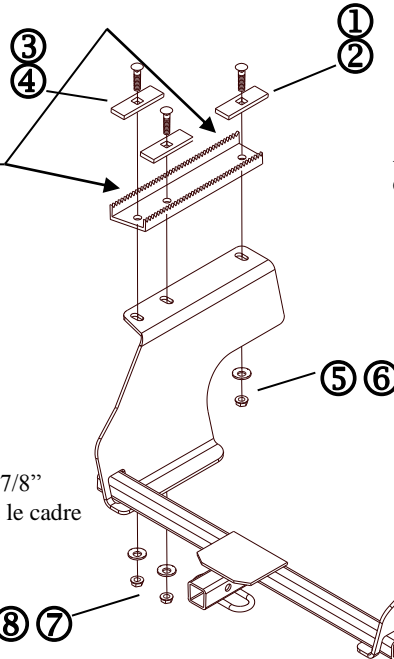

Figure 1
3. Enlever et jeter deux (2) bouchons de plastique des trous existants dans chaque longeron, comme illustré à la figure 1.